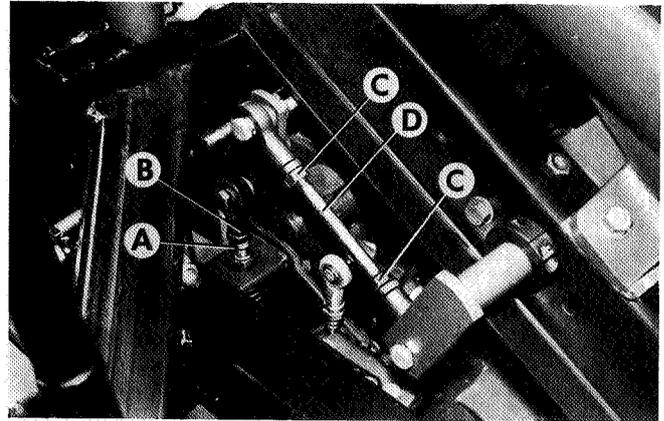

Abb.54
TRANSMISSION NEUTRAL RETURN (Figs.54 & 55)
2. Release the locknut (A Fig.54) at the rod end (B Fig.54) and turn the rod (A Fig.55) clockwise into the rod end if the wheels creep forward or anti-clockwise out of the rod end if the wheels creep backwards.
3. With the lever (C Fig.56) in the rearward position (transport) the footpedal should be resting on the lever to prevent the machine travelling in reverse. If this does not occur then a further adjustment should be made to the pedal linkage (Fig.54)
4. Release locknuts (C) and turn rod (D) (See Fig.54) until pedal rest on lever.
5. Re-tighten locknuts (C) after adjusting.
GETRIEBELEERLAUFSTELLUNG (Abb.54 & 55)
2. Gegenmutter (A Abb.54) am Stangenende (B Abb.54) lösen und die Stange (A Abb.55) bei Vorwärtsbewegung der Räder im Uhrzeigersinn in das Stangenende und bei Rückwärtsbewegung der Räder gegen den Uhrzeigersinn aus dem Stangenende heraus drehen.
3. Das Fußpedal sollte mit in die Rückwärtsposition (Transport) eingelegtem Hebel (C Abb.56) auf dem Hebel aufliegen, um eine Rückwärtsbewegung der Maschine zu vermeiden. Sollte das Pedal nicht auf dem Hebel aufliegen, ist eine weitere Nachstellung des Pedalgestänges (Abb.54) erforderlich.
4. Gegenmutter (C) lösen und Stange (D) (Siehe Abb.54) solange drehen, bis das Pedal auf dem Hebel aufliegt.
5. Gegenmutter (C) nach der Einstellung wieder festziehen.
RETOUR DE LA TRANSMISSION AU POINT MORT (Figs. 54 & 55)
2. Desserrez le contre-écrou (A Fig.54) à la tête de bielle (B Fig.54) et tournez la bielle (A Fig.55) dans le sens des aiguilles d'une montre dans la tête de bielle si les roues se déplacent vers l'avant ou dans le sens contraire hors de la tête de bielle si les roues se déplacent vers l'arrière. Resserrez les contre-écrous (A) après réglage.
3. Avec le levier (C Fig.56) en position arrière (transport) la pédale devrait s'appuyer sur le levier pour empêcher la machine de se déplacer en marche arrière. Dans le cas contraire alors un autre réglage sera nécessaire sur la timonerie de la pédale (Fig.54)
4. Desserrez les contre-écrous (C) et tournez la bielle (D) (Voir Fig.54) jusqu'à ce que la pédale soit contre le levier.
5. Resserrez les contre-écrous (C) après réglage.
TRANSMISSIE NEUTRAAL TERUGSTELLEN (Afb.54 & 55)
2. Draai de borgmoer (A Afb.54) aan het stanguiteinde (B Afb.54) los en draai de stang (A Afb.55) met de klok mee in het stanguiteinde wanneer de wielen naar voren kruipen. Als de wielen naar achteren kruipen moet de stang tegen de klok in uit het stanguiteinde gedraaid worden. Draai de borgmoeren (A) opnieuw stevig vast na het bijstellen.
3. Wanneer de hendel (C Afb.56) naar achteren staat (vervoer) moet het voetpedaal op de hendel rusten om te voorkomen dat de machine achteruit beweegt. Als dit niet het geval is moet de pedaalverbinding verder bijgesteld worden (Afb.54).
4. Draai de borgmoeren (C) los en draai de stang (D) (Zie Afb.54) totdat het pedaal op de hendel rust.
5. Draai de borgmoeren (C) opnieuw stevig vast na het bijstellen.